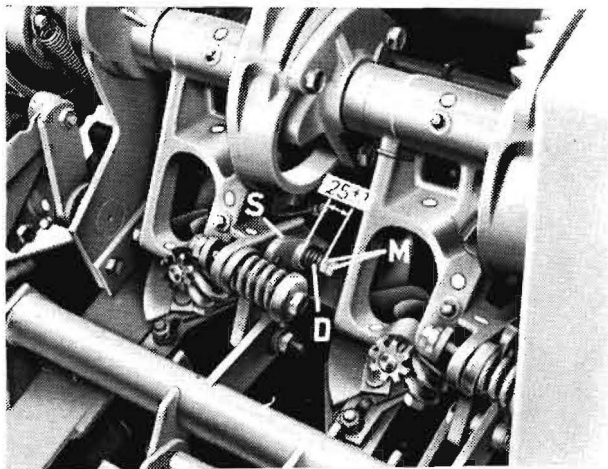

Bild 38
Der Schließer (S) wird durch eine Druckfeder (D) gespannt (Bild 38) und drückt auf die Rolle der Knoterzunge. Die Federkraft wird durch die Sechskantmutter (M) eingestellt. Die Federlänge muß auf  $25 \pm 1$  mm, gemessen über die Unterlegscheiben, eingestellt sein.